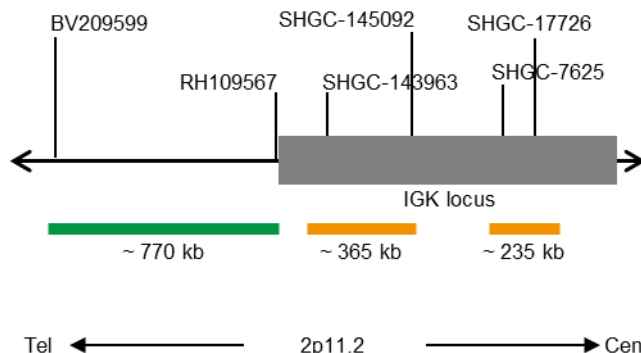

Abb. 1: SPEC IGK Sondenlokalisation (nicht maßstabsgetreu)
- ZyGreen (Anregung 503 nm/Emission 528 nm) markierten Polynukleotiden (~10,0 ng/μl), die gegen Sequenzen in 2p11.2* (chr2:88,382,616-89,153,517) gerichtet sind, welche distal zur IGK-Bruchpunktregion lokalisiert sind (siehe Abb.1).
- ZyOrange (Anregung 547 nm/Emission 572 nm) markierten Polynukleotiden (~4,5 ng/μl), die gegen Sequenzen in 2p11.2* (chr2:89,246,977-89,609,390 und chr2:89,853,315-90,089,156) gerichtet sind, welche proximal zur IGK-Bruchpunktregion lokalisiert sind (siehe Abb. 1). Aufgrund von homologen Sequenzen proximal zur IGK-Bruchpunktregion hat die orange Sonde zwei Hybridisierungsregionen in unmittelbarer Nähe.